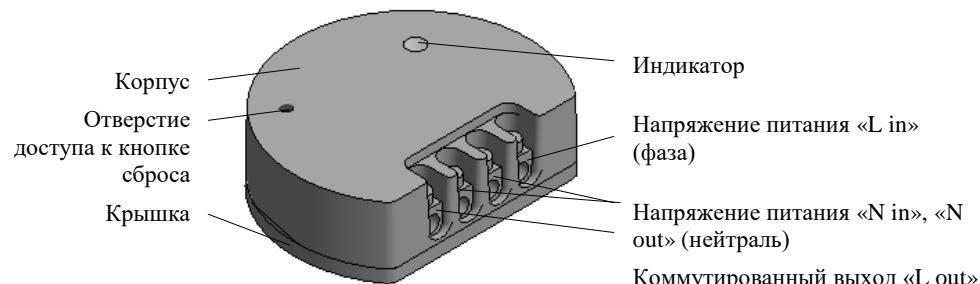

Рисунок 1 – Вид исполнительного механизма
1.9 Режим работы исполнительного механизма отображается светодиодным индикатором, который размещен сверху корпуса (см. рисунок 1).